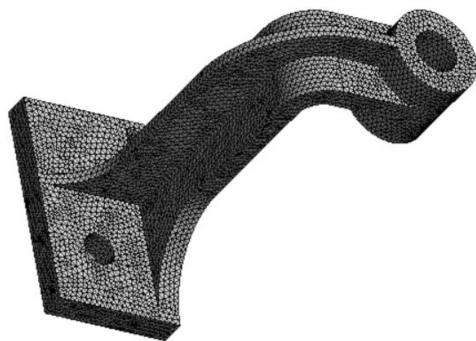

图 12-3 网格划分
(1) 在导航树里单击【Mesh】→【Details of “Mesh”】→【Sizing】→【Size Function】= Curvature，【Max Face Size】= 2.5mm，其他默认。
(2) 生成网格：右键单击【Mesh】→【Generate Mesh】，图形区域显示程序生成的四面体网格模型，如图 12-3 所示。